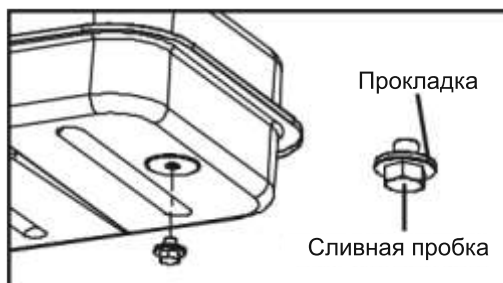

Рис. 9. Сливная пробка топливного бака
2. Для моделей P-3000E-T, P-5000E-T, P-6000E-T: отвернуть сливную пробку в задней нижней части топливного бака головкой $\frac{3}{4}$ дюйма или ключом, слить топливо из топливного бака (Рис. 9).